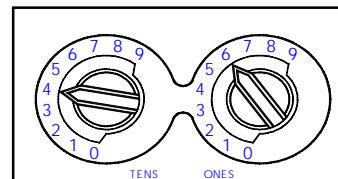

Abb. 3 Drehschalter für Adressierung
a. Stellen sie die Melder-Adresse zwischen 01 und 99 mit einem Schlitzschraubendreher an den beiden Drehschaltern ein und vermerken Sie die Adresse auf dem Etikett auf dem Sockel. (s. Abb. 3)